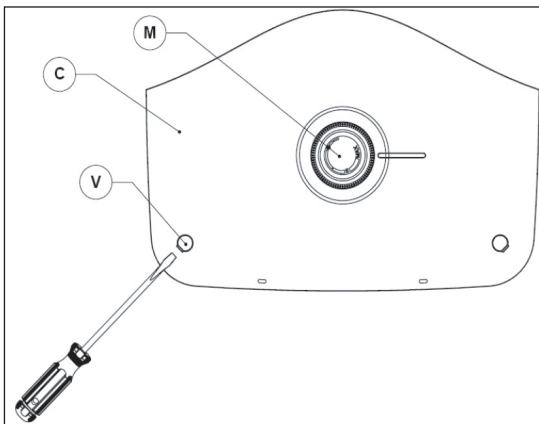

Figure 26 - Détail du thermostat et du capot du chauffe-eau
La température de l'eau chaude est réglée en tournant la molette (M, voir Figure 26) située sur le capot avant.
- Soulever la plaque de recouvrement de la molette ronde (Figure 26, M) à l'aide d'un petit tournevis à tête plate.
- Soulever les cache-vis (Figure 26, V) à l'aide d'un petit tournevis à tête plate.
- Il est maintenant possible de retirer le couvercle (Figure 26, C) en le tirant sur le bord gauche. Lors du remontage, procéder dans l'ordre inverse, en prenant soin d'insérer la languette du capot dans la fente.